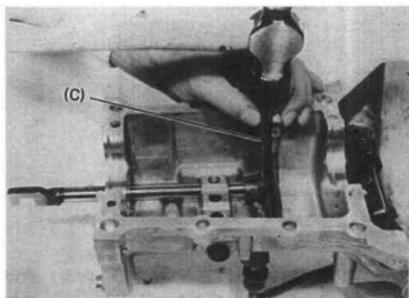
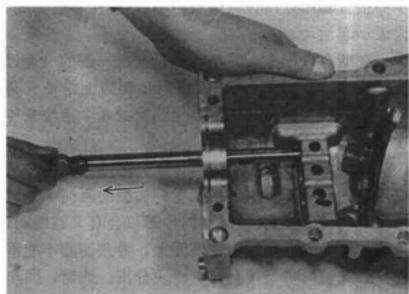

图 10-41
图 10-42
(3) 按 (2) 步骤拔出高速齿轮拨叉销并且拆下拨叉轴和拨叉 (图 10-41 和图 10-42)。